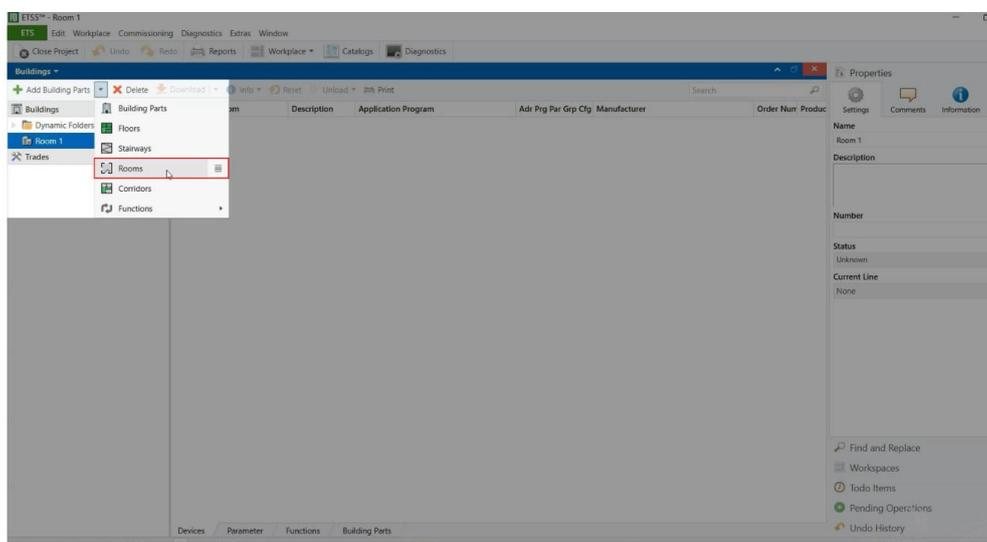

Рисунок 2 – Создание помещения для размещения оборудования
2. Создаем комнату, в которой будет располагаться оборудование (рис. 2).